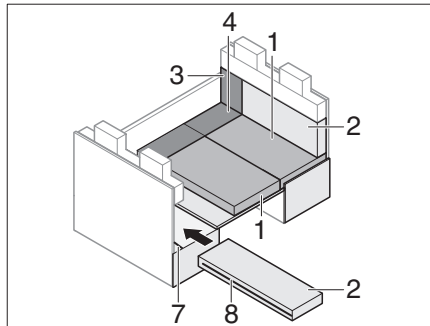

Fig. 198 Durante la transformación
- Abrir la cremallera (Fig. 198,8) en el cojín del respaldo.
- Insertar la ranura en el cojín del respaldo por encima del travesaño ISOFIX (Fig. 198,7).